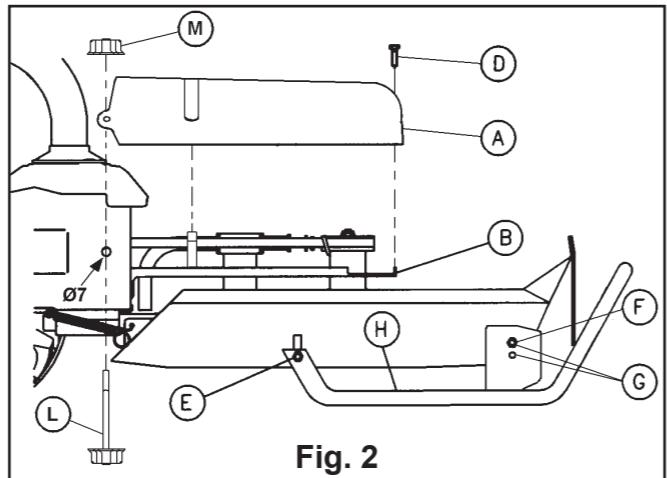

Fig. 2
D) FIG.2 – Provjerite postoje li rupe Ø7 na bočnom okviru uređaja te poštujte list s uputama 321465025. Namjestiti gornji (A) i donji poklopac (B) s dva bočna nastavka. Uskladite rupe na strani gornjega poklopca (A) s onima na okviru, tako da je moguće umetnuti vijak dug 170 mm (D) i privijete gumb s dva kraka (M). Privijete samourezni vijak (D) u otvor na kraju obaju kućišta, pri čemu je potrebno uporabiti Phillipsov odvijač.
D) FIG.2 – Controllare l'esistenza dei fori Ø7 sui fianchi del telaio macchina, eventualmente eseguirli seguendo le istruzioni del foglio 321465025. Assemblare il coperchio superiore (A) e il coperchio inferiore (B) con i due ganci laterali. Far combaciare i due fori laterali del carter superiore (A) con quelli del telaio in modo da infilare la vite lunga 170mm (L) ed avvitare la manopola a due punte (M). Avvitare la vite autofilettante (D) nel foro posizionato all'estremità dei due carter utilizzando un cacciavite con punta a croce.
D) Abb. 2 - Die Bohrungen Ø7 auf beiden Seiten des Getriebegehäuses der Grundmaschine prüfen. Sollten diese nicht vorliegen, die Bohrungen laut Anleitungen mit Ref.Nr. 321465025 durchführen. Die Abdeckhaube (A) auf das Schutzunterteil (B) aufsetzen, so dass die seitlichen Rasthaken des Schutzunterteiles in den Aussparungen der Abdeckhaube einrasten. Die seitlichen Bohrungen der Abdeckhaube (A) müssen unbedingt mit den Bohrungen der Grundmaschine übereinstimmen. Die 170 mm lange Schraube (L) durch die Bohrungen schieben und den Handgriff (M) aufsetzen und festschrauben. Die selbstschneidende Schraube (D) in die vorgesehene Bohrung an der Vorderseite der Abdeckhaube und des Schutzunterteiles mit Hilfe eines Kreuzschlitzschraubendrehers einschrauben.
D) FIG.2 - Check the existence of Ø7 holes on the sides of the machine frame, which may run them by following the instructions sheet 321465025. Assemble the top cover (A) and the lower cover (B) with the two side hooks. Align the two holes on the side of the top cover (A) with those of the frame so as to insert the screw 170 mm long (L) and tighten the knob with two points (M). Screw the self-tapping screw up (D) into the hole located at the end of the two casings using a Phillips screwdriver.
D) FIG.2: verificar si hay foros de 7 en los paredes del chasis de la máquina. En caso no hubieran, practicar esos foros según las instrucciones del folleto 32.1465.025. Acoplar la tapa superior (A) con la tapa inferior (B) por los ganchos laterales. Encajar los orificios laterales del cárter superior (A) con los orificios del chasis de manera que se pueda introducir el tornillo de 170mm (L) y atornillar el perno (M). Atornillar el tornillo autorroscante (D) en el orificio en la extremidad de los dos cárter, utilizando un destornillador cruciforme.